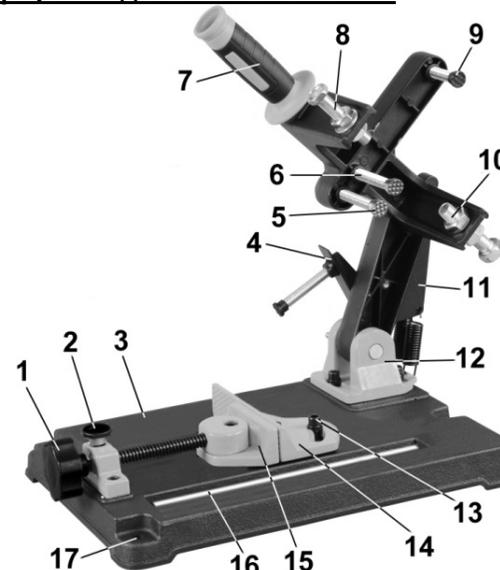

Рис. 2
4. СБОРКА СТОЙКИ ДЛЯ УШМ (Рис. 2, 3)